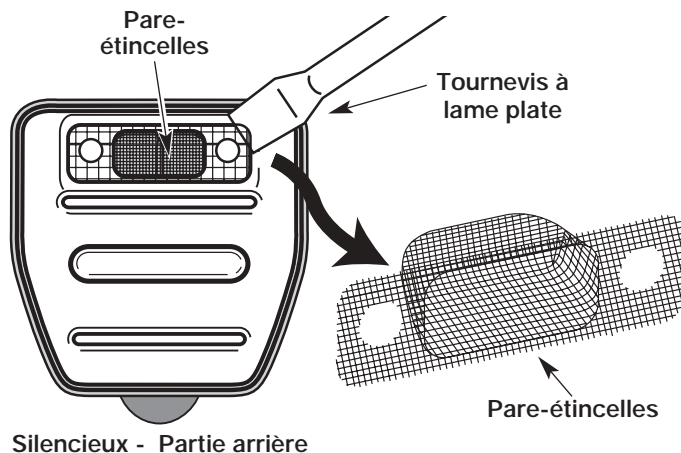

Fig. 42
4. Soulevez soigneusement le pare-étincelles de son trou à l'aide d'un petit tournevis à lame plate (Fig. 42). Retirez le pare-étincelles du silencieux.
5. Nettoyez le pare-étincelles à l'aide d'une brosse métallique. Remplacez-le s'il est endommagé ou si vous n'arrivez pas à le nettoyer complètement (Fig. 42).